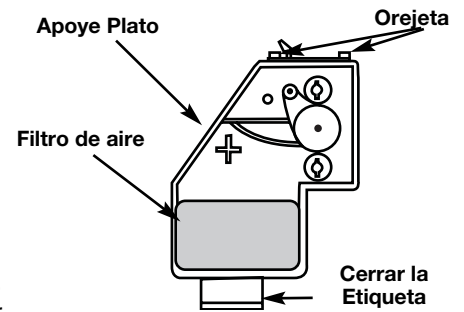

Fig. 27
- Instale de nuevo la tapa del filtro de aire. Haga coincidir las ranuras que hay en la parte superior de la tapa del filtro de aire con las lengüetas de la parte superior de la placa posterior (Fig. 27).